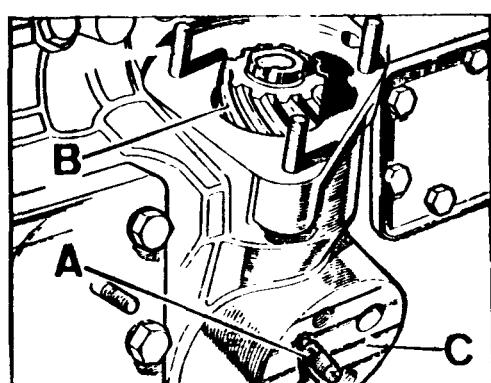
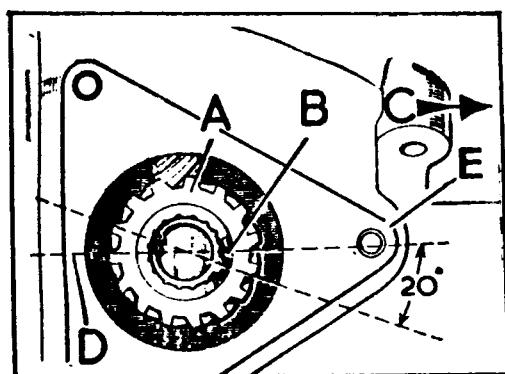

Fig. A1-51 Desmontaje del piñón de mando
Fig. A1-55 Posición correcta del piñón de mando con el volante en $13,5^\circ$ de avance
- 1.5. Desmontar el tornillo, A (Fig. A1-51) que fija el casquillo del piñón de mando y extraer el piñón, B, haciendo uso del útil, 417040, o de unos alicates adecuados.
- 2.6. Haciendo uso del útil, 417040, se introducirá en su alojamiento el piñón - de mando, B (Fig. A1-51) de forma que el orificio de fijación del casquillo quede alineado con el orificio del tornillo de fijación situado en la cara, C (Fig. A1-51). La estría ancha, B (Fig. A1-55) deberá quedar orientada 20° aproximadamente por debajo del centro del espárrago, E (Fig. A1-55), una vez que el piñón de mando esté definitivamente en su posición.
Con el piñón de mando en su posición definitiva, introducir un puntero adecuado a través del orificio del tornillo, A (Fig. A1-51), para alinear dicho orificio con el del casquillo. Una vez alineado el orificio del casquillo, montar un nuevo tornillo de fijación, A (Fig. A1-51), apretándolo a fondo y aflojándolo después $1/4$ de vuelta.